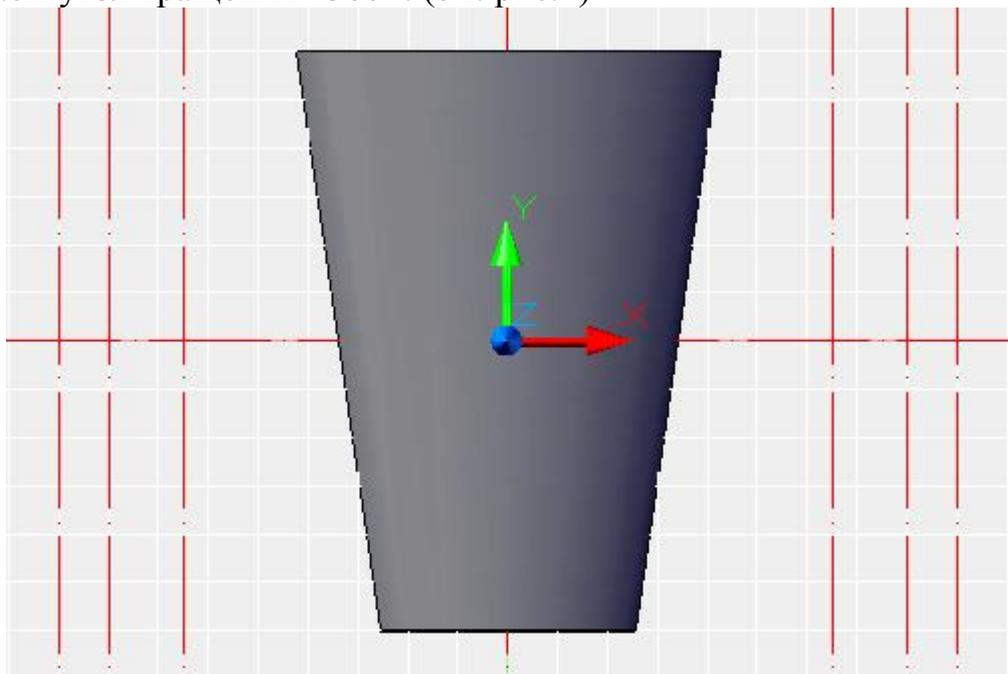

Рис.4
4. Далее вращаем полученный контур усеченного конуса вокруг оси OY. Вводим в командной строке команду **REVOLVE**, нажимаем enter, выделяем контур и указываем ось выше и ниже объекта вращения далее указываем угол вращения **<360>**. (см. рис.4)